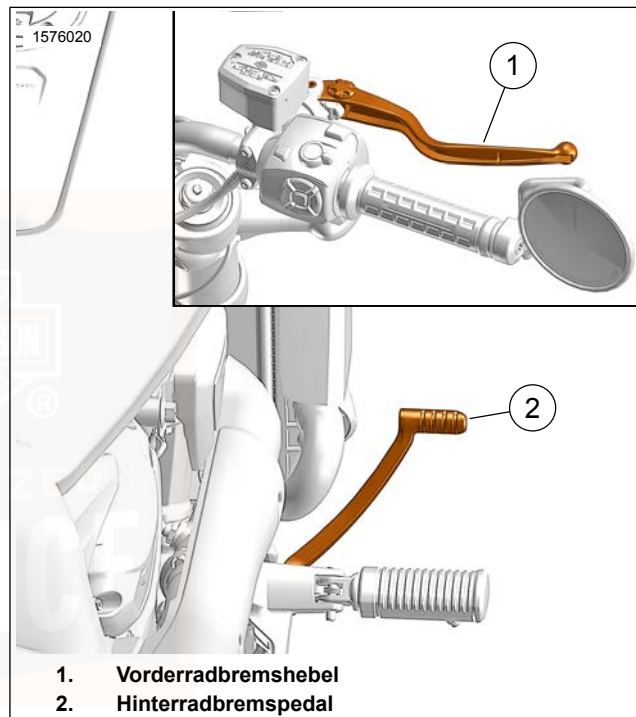

Abbildung 50. Bedienungselemente für Bremsen
Siehe Abbildung 50. Mit dem Vorderradbremshebel (1) wird die Vorderradbremse betätigt. Der Hebel befindet sich am rechten Lenker. Den Handhebel mit den Fingern der rechten Hand betätigen.
Siehe Abbildung 50. Mit dem Hinterradbremspedal (2) wird die Hinterradbremse betätigt. Das Pedal befindet sich auf der rechten Seite. Das Hinterradbremspedal mit dem rechten Fuß betätigen.